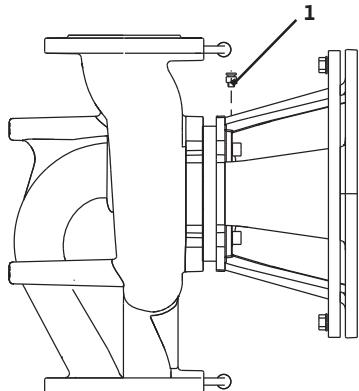

Fig. 41: Avluftningsventil
- Avluftra pumpen genom att lossa avluftningsventilen (fig. 41, pos. 1). Torrkörning förstör pumpens mekaniska axeltätning. Differenstrycksgivaren får inte avluftras (risk för skador).